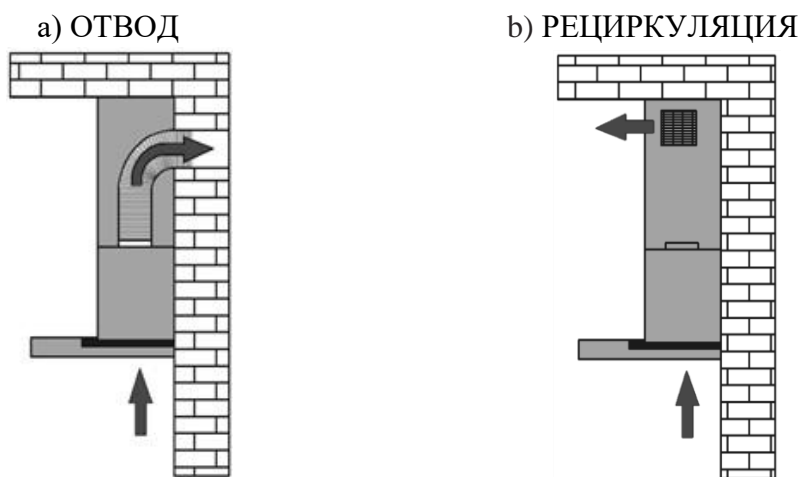

Рис. 6
1)Отвода (рис. 6а) – воздух удаляется из помещения через соединение вытяжки с вентиляционным каналом жестким пластиковым воздуховодом или гофрированным шлангом диаметром 100 мм с применением соответствующего переходника, который входит в комплект вытяжки. И, таким образом, все кухонные испарения, запахи, гарь и копоть, проходя через многоразовые алюминиевые жироулавливающие фильтры, выводятся за пределы помещения. При данном режиме работы нет необходимости устанавливать угольные фильтры. Режим отвода является наиболее эффективным, поскольку вытяжка удаляет все кухонные испарения за пределы кухни в вентиляционную шахту.
2)Рециркуляции (рис. 6б) – внутренняя циркуляция воздуха через угольные фильтры (рис. 5). Вытяжка в данном случае не подключается к вентиляционной шахте и, таким образом, воздух просто прогоняется через вытяжку внутри кухни.